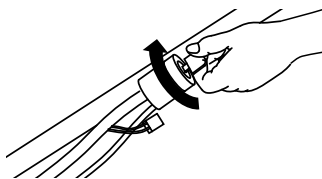
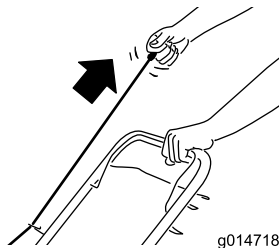

Figura 16
Figura 17
2. Insira a chave no arrancador elétrico (se equipado) e rode-o; consulte Figura 16 ou puxe o manípulo do arranque manual com cordão (Figura 17).